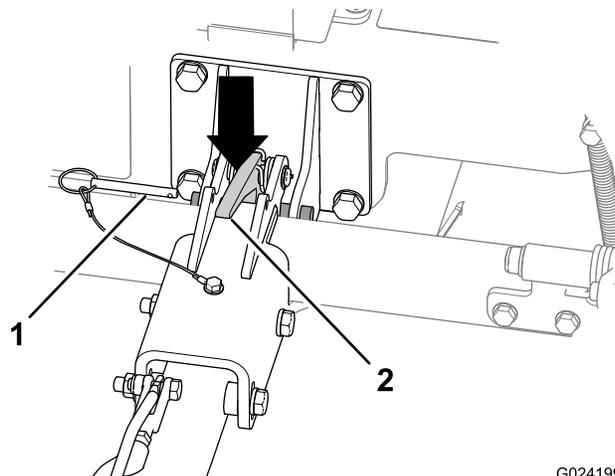

Figura 28
- A. Togliere il perno di bloccaggio (Figura 28).
- C. Premete il blocco dell'attacco per sbloccare l'attacco (Figura 28).